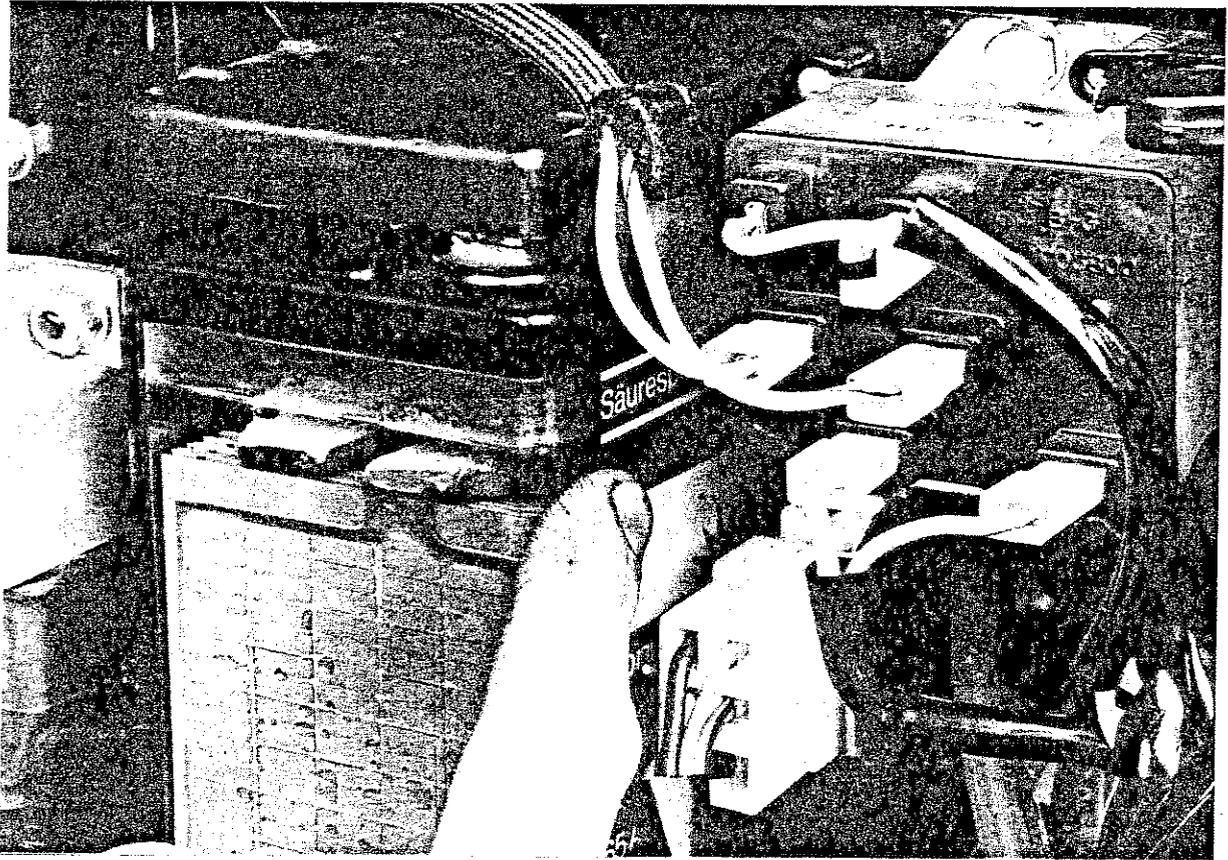

Fig. 166
2) Osservare il livello dell'elettrolito nei 2 elementi più esterni: deve essere compreso fra le due linee tracciate sul corpo trasparente della batteria (Fig. 166).
2) Visually check the level of electrolyte in the two external cells: it should always be kept between the two level marks on the battery transparent case (Fig. 166).